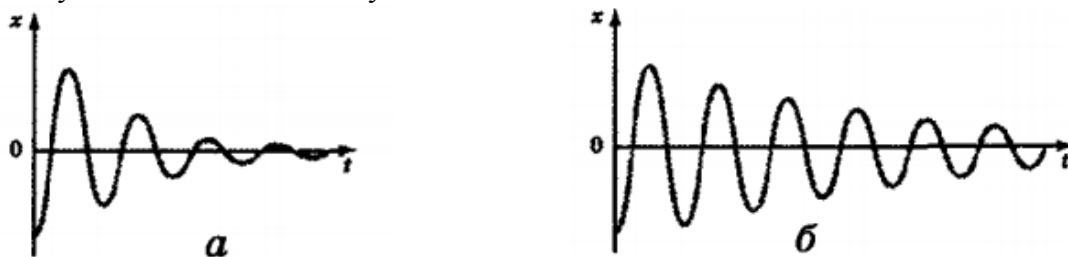

Рис. 2
1. Если наблюдать свободные колебания маятника (пружинного или математического) в течение длительного промежутка времени в разных средах, то можно заметить уменьшение амплитуды его колебаний (рис. 2). Чем вызвано различие в характере затуханий колебаний в случаях *a* и *б*?